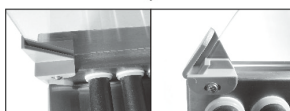

Rys. 1
- 1) Stań przodem do panelu sterowania grilla rolowkowego do parówek. Zob. rys. 1.